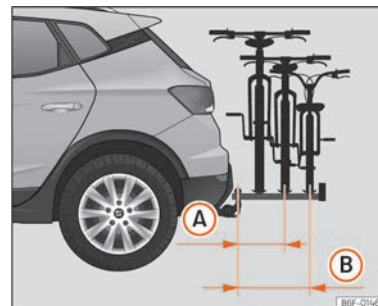

Fig. 150 Representación esquemática del voladizo máximo de la carga en un portabicicletas para dos o tres bicicletas.
El voladizo máximo no deberá superar, en el caso de los portabicicletas de dos bicicletas, los 500 mm desde el centro del cabezal esférico hasta el centro del carril del último soporte >>> fig. 150 (A). En el caso de los portabicicletas de tres bicicletas, no se deberán superar los 700 mm >>> fig. 150 (B).